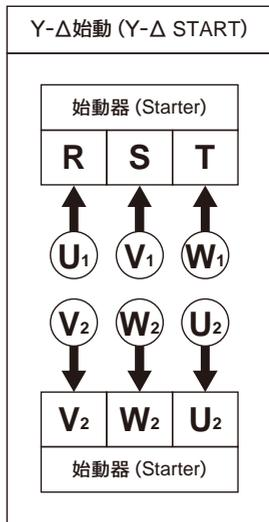

図 3 モータ口出し線の接続
- ④ 結線については5.4項の図3「モータ口出し線の接続」に従って行ってください。
- ⑤ 配線については、表6「モータの配線」に従ってください。特に配線距離の長い場合は、電圧降下が大きくなりますのでご注意ください。また、配線用の座金、ナットは端子箱内に同梱しています。
- ⑥ 接続部は完全に絶縁してください。
- ⑦ ねじで締める機種の場合は、決められたトルク値で締め付けてください。
- ⑧ 屋外型は電線管のねじ込み部分に液状ガスケットなどを塗布し、水が浸水しないようにしてください。
- ⑨ 接地については5.2 接地（アース）を参照し、必ず接地を行ってください。
- ⑩ 配線終了後は、端子箱を元通りに取り付けてください。
開閉器、ヒューズも電力会社の規定に従って設置してください。開閉器、計器などの容量および電線の太さは表6をご参照ください。モータの始動用および過負荷保護用に電磁開閉器をご使用いただくようお勧めします。モータ口出し線は5.4項の図3に従って電源に接続してください。
電源ケーブルとの結線は図3「モータ口出し線の接続」または端子箱内の結線図などに従って実施してください。直入始動時、口出し線3本の場合でモータリード端子へ直接電源ケーブルを接続する場合には、短絡板は不要です。